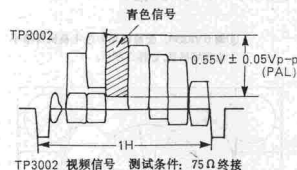
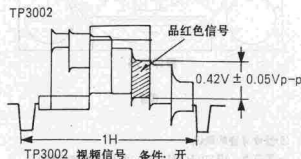

图7
图8
②将PAL制彩色信号输入录像机;
③推入空白磁带, 记录PAL制彩色信号;
④重放刚录制的磁带;
⑤调节 VR8008(PAL), 使青色电平为 $0.55 \pm 0.05\text{Vp-p}$, 如图 7 所示;
⑥将SECAM制彩色信号输入录像机;
⑦推入空白磁带, 记录SECAM制彩色信号;
⑧重放刚录制的磁带;
⑨调节 VR8004(SECAM), 使品红色电平为 $0.42 \pm 0.05\text{Vp-p}$, 如图 8 所示。